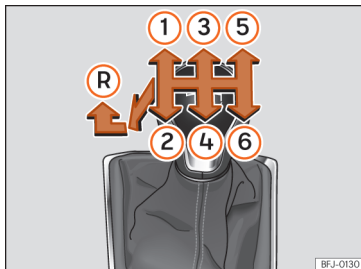

Рис. 123 Схема перемикання передач 6-ступеневої МКП.
Схема передач показана на рукоятці важеля коробки >>> **рис. 123**.
- Коли важіль у нейтральному положенні, натисніть його вниз, а потім посуньте ліворуч і вперед >>> **рис. 123** **Р**.